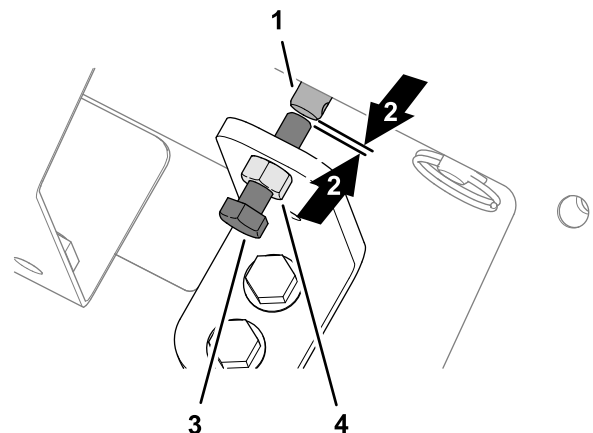

Figure 38
1. Desserrez l'écrou de blocage sur le support de commande manuelle (Figure 38).
2. Tournez la vis à tête hexagonale de neutralisation de la vanne dans le sens antihoraire jusqu'à ce qu'un petit espace apparaisse entre le bout de la vis et le bout de la tige du solénoïde de vitesse de la bande (Figure 38).
3. Resserrez l'écrou de blocage (Figure 38).